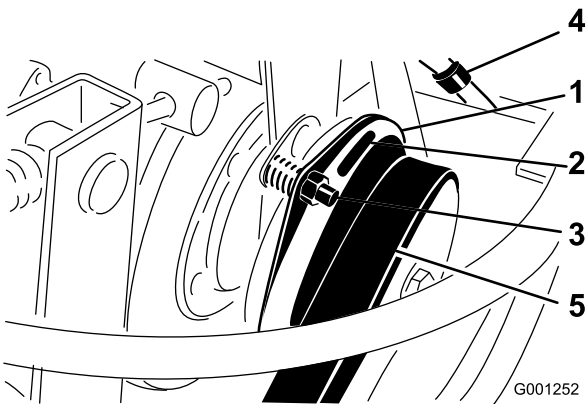

Figura 66
3. Ajuste el entrehierro hasta que pueda deslizar una galga de 0,381 mm entre la guarnición del embrague y la placa de fricción con una ligera presión (Figura 66). El entrehierro puede reducirse girando la tuerca de ajuste en el sentido de las agujas del reloj (Figura 66). El entrehierro máximo es de 0,762 mm. Ajuste las tres distancias entre los electrodos.